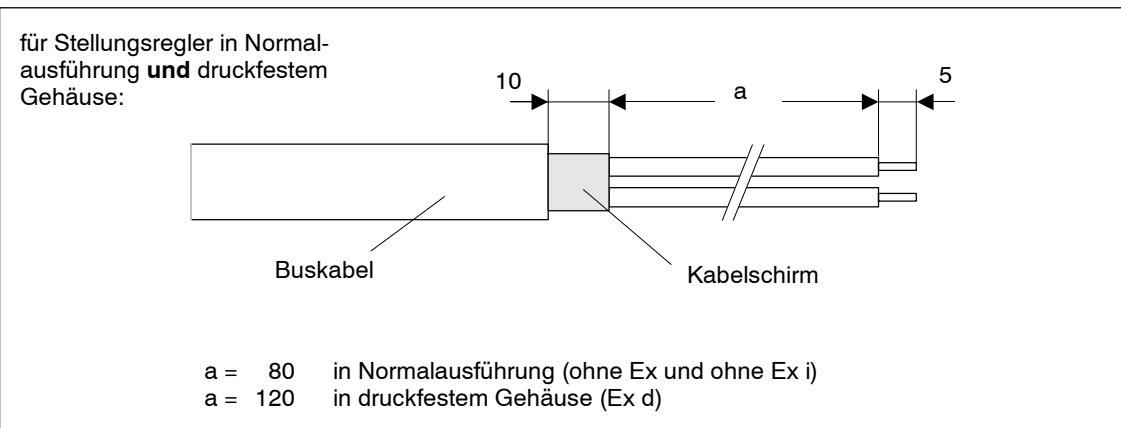

Bild 3-13 Vorbereitung des Buskabels
1. Isolieren Sie das Buskabel gemäß Bild 3-13 ab.
2. Zum Öffnen des Stellungsreglers muss die Deckelsicherung (12) geöffnet und der Schraubdeckel abgeschraubt werden.